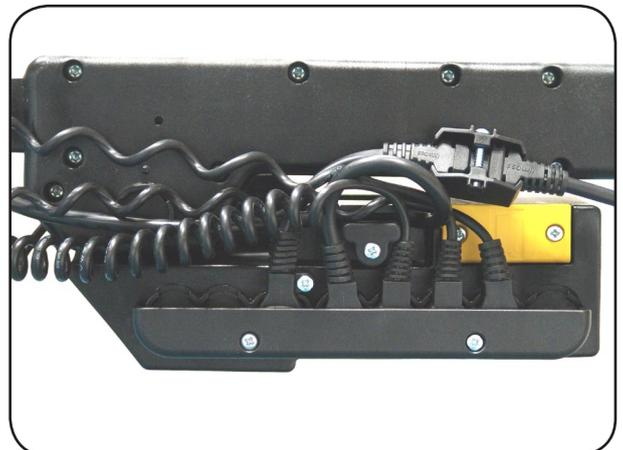

Abbildung 20
14. Befestigen Sie die Steckerabdeckkleiste an der Steuerung (Abbildung 20).